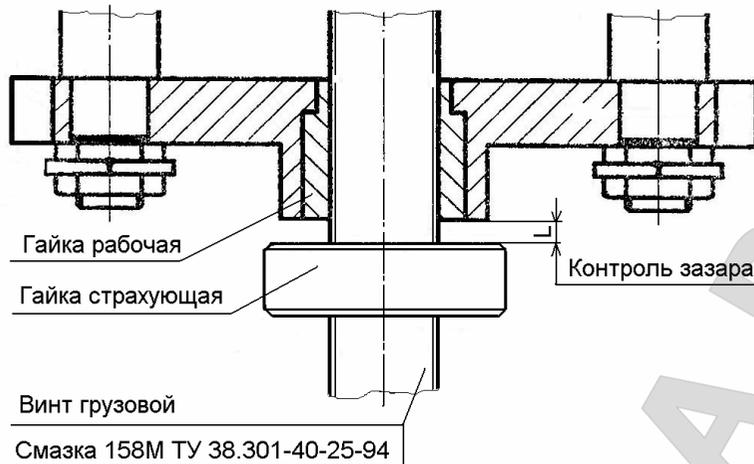

Рис. 6. Карта смазки подъемника П263
6.2.2 Для ревизии состояния смазки трущихся деталей (см. карту смазки на Рис. 6), в каждой стойке необходимо:
- проверить наличие смазки в упорных подшипниках и на грузовых винтах, при необходимости – смазать (см. Рис. 6).
- проверить зазоры L (см. выноску III на рис.6) между страхующей и рабочей гайками на стойках (см. п. 5.14). Результаты замеров зафиксировать в таблице № 2.
- произвести смазку стоек подъемника в соответствии с картой смазки (см. Рис. 6).